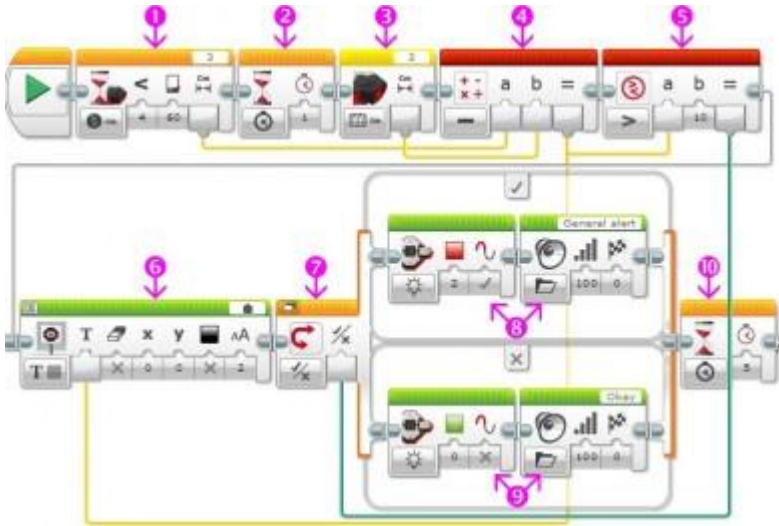

Рис. 1
С помощью программного блока **"Ожидание"** ждём появления объекта в зоне контроля робота (Рис. 1 поз. 1). Расстояние до объекта передаем в программный блок **"Математика"** (Рис. 1 поз. 4).
2. Второй раз снимаем показание ультразвукового датчика (Рис. 1 поз. 3) и передаем полученное значение в программный блок **"Математика"** (Рис. 1 поз. 4).
3. В программном блоке **"Математика"** находим расстояние, пройденное объектом измерения за 1 секунду. Полученное значение передаем в программный блок **"Сравнение"** (Рис. 1 поз. 5) и выводим на экран (Рис. 1 поз. 6).
4. С помощью программного блока **"Сравнение"** (Рис. 1 поз. 5) сравниваем пройденное расстояние с пороговым значением, равным **10**. Результат сравнения двух чисел представляет собой логический вывод. Логический вывод может принимать одно из двух значений: **"Да"** или **"Нет"**. Этот вывод мы передаем в программный блок **"Переключатель"** (Рис. 1 поз. 7), настроив его на прием логических значений. Обратите внимание: шины данных, передающие логические значения, окрашены в зеленый цвет, в отличие от желтых шин данных, передающих
- С помощью программного блока **"Переключатель"** мы организуем две ветки поведения программы в зависимости от скорости объекта. Если объект за **1** секунду приблизился к роботу, больше чем на **10** см, значит, будем считать его приближение критическим и подадим сигналы тревоги (**Рис. 1 поз. 8**). В противном случае будем считать, что объект движется медленно, в этом случае робот включит зеленую подсветку клавиш модуля EV3 и произнесёт **"Окай"**.
- В конце программы еще раз воспользуемся программным блоком **"Ожидание"** (**Рис. 1 поз. 10**) и "придержим" завершение программы на 5 секунд, чтобы успеть прочесть информацию на экране модуля EV3.